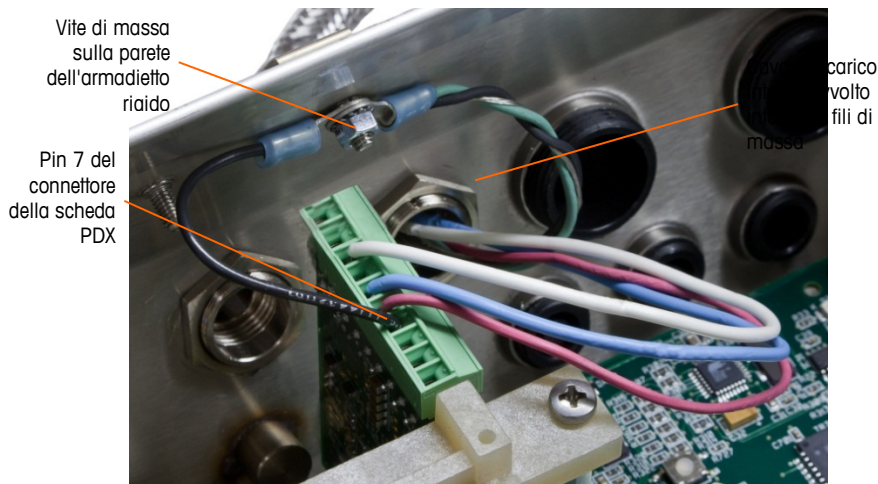

Figura 2-66: POWERCELL PDX - Cavo di connessione alla massa generale, rigido
- b. Attorcigliare quindi insieme il filo di scarico interno del cavo di connessione alla massa generale con i fili di massa nero e verde ed effettuare la connessione alla stessa vite di massa con un altro terminale ad anello come in Figura 2-66.